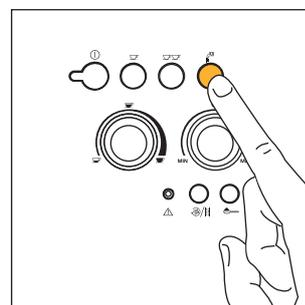

Fig.21
- Presione el botón  (fig. 21). El piloto  se enciende para indicar que la función ha sido seleccionada.
- Presione el botón  (fig 21). (Se aconseja no erogar agua caliente durante más de 2 minutos seguidos).